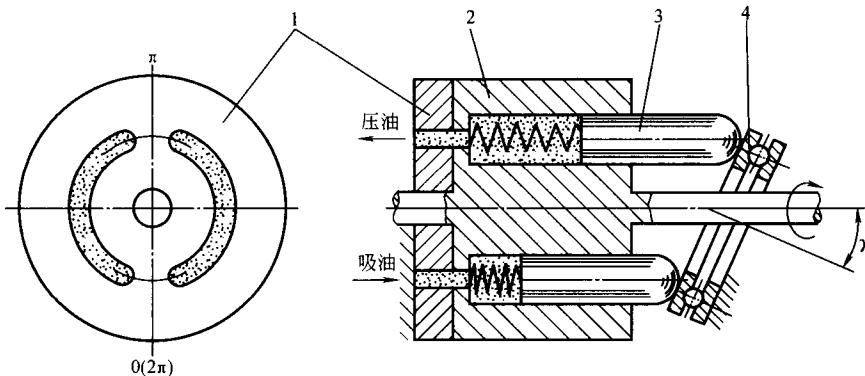

图 1-1-2 轴向柱塞泵工作原理图
2) 轴向柱塞泵。轴向柱塞泵是柱塞轴线平行于缸体轴线的一种柱塞泵，如图 1-1-2 所示。泵主要由配油盘 1、缸体 2、柱塞 3 和斜盘 4 组成。柱塞装在回转缸体上的轴向柱塞孔